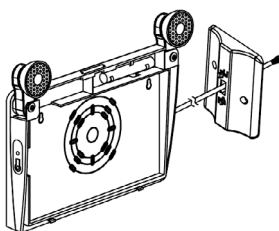

Fig. 4
- Faire passer les fils à travers le pavillon (canopée), puis fixer le pavillon à la plaque de montage de la boîte de jonction à l'aide de vis (Fig. 4).